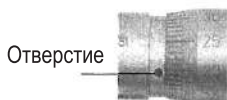

Рис. 1
- Вставьте гаечный ключ в маленькое отверстие стебля (рис.1) и слегка поверните стебель до тех пор, пока нулевая отметка фрикционного барабана не совпадет с отметкой на стебле (рис.2), чтобы завершить калибровку.